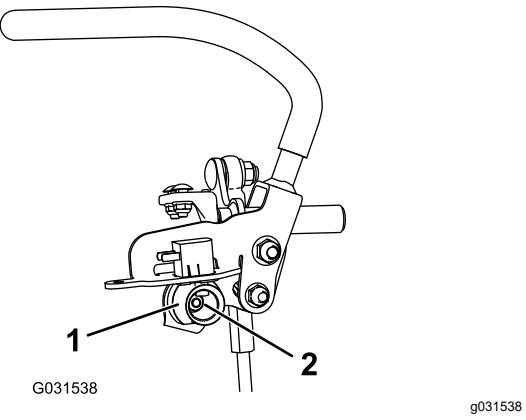

**Figura 75**
3. Empuje las palancas de control de movimiento hacia abajo, sacándolas de la posición de BLOQUEO/PUNTO MUERTO (Figura 75).
4. Compruebe que la palanca de control de movimiento de la derecha quede alineada en sentido horizontal con la palanca de control de movimiento de la izquierda (Figura 75).